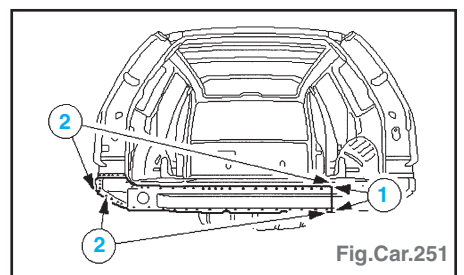

Fig.Car.251
- Panneau arrière (Fig.Car.251) :
- coupe (1),
- fraiser les points de soudure (2).